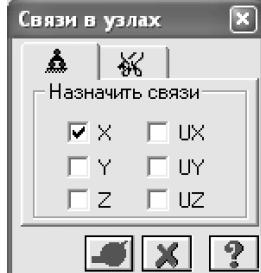

Рис.4.15. Диалоговое окно **Связи в узлах**
- С помощью пункта меню **Схема ⇒ Связи** (кнопка  на панели инструментов) вызовите диалоговое окно **Связи в узлах** (рис.4.15).